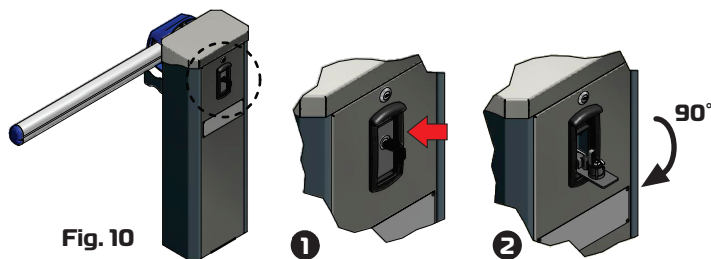

Fig. 10
Caso falte energia, este equipamento possui um sistema de destravamento por chave, como ilustra a FIG 10.
Caso falte energía, este equipo posee un sistema de desbloqueo por llave, como muestra la FIG 10.
- 1- Para executar manutenção ou regulagem na cancela, fazer o procedimento 1 e 2 da FIG 10, mais o procedimento abaixo.
Para ajustar o programar el equipo, es necesario remover la puerta de inspección, como muestra la FIG 10.